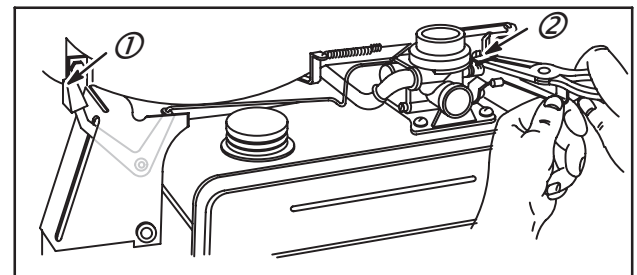

Fig. 105
Placer la commande en position STARTER (1). Si le starter n’est pas complètement fermé, plier la tringle comme indiqué jusqu’à ce qu’il se ferme (2). Fig. 105